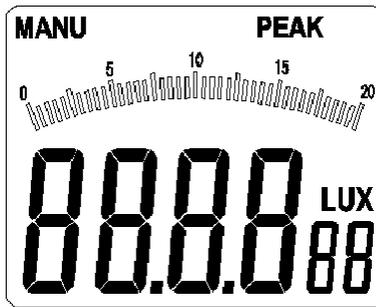

Fig. 3-1-2B
- Presione la tecla “REL/PEAK” por un corto tiempo, el luxómetro entrara en el modo de medición de picos y la indicación “PEAK” aparecerá en la pantalla LCD en la parte derecha., en el mismo tiempo la indicación “MENU” aparece en parte izquierda de la pantalla LCD (fig. 3-1-2B);